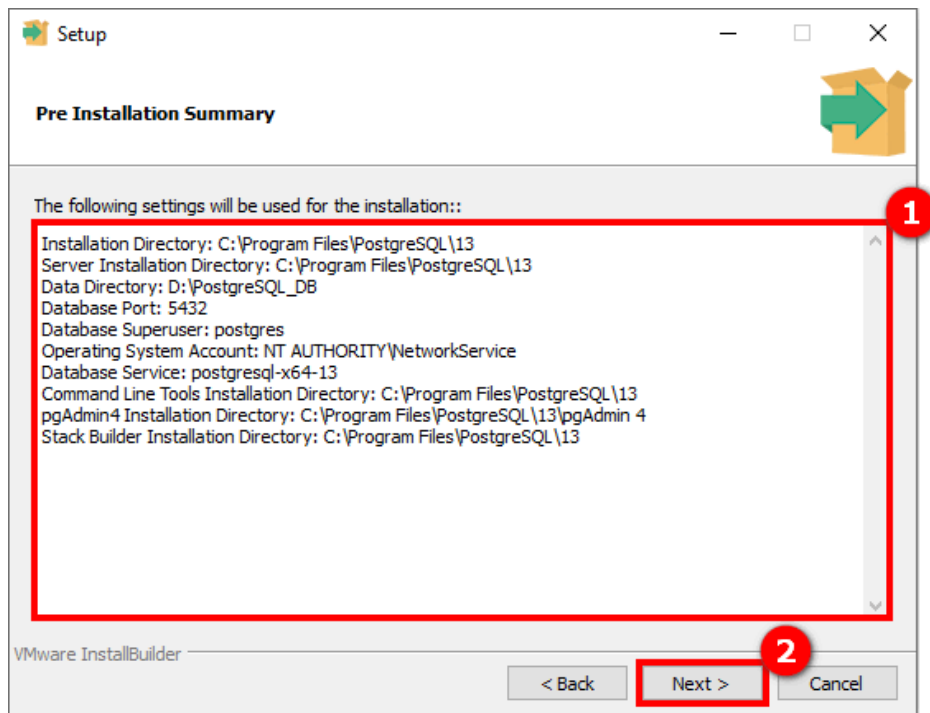

Рисунок 10 – Окно установки СУБД PostgreSQL
Проверяем введенные ранее параметры (1) (см. рисунок 10) и нажимаем кнопку **Next** (2).